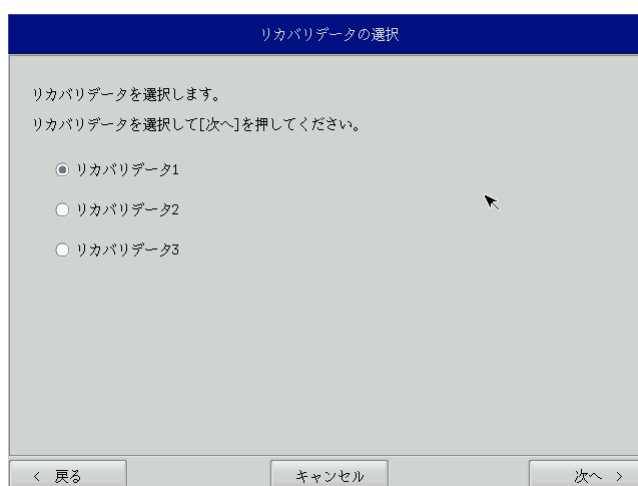

図 6-2-1. リカバリデータ選択画面
- ⑤ リカバリデータ選択画面（図 6-2-1）が表示されます。製品に合わせてリカバリデータを選択し、[次へ]ボタンを押します。表 6-2-1にECシリーズで選択できるリカバリデータを示します。